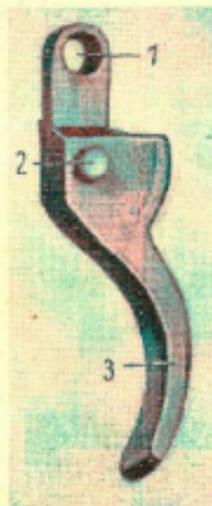

Abb. 10 Abzug
**Der Abzug** (Abb. 10) hat einen Ansatz 1 mit einer Bohrung, in die der Zapfen der Abzugsstange eingreift und den Abzug mit der Abzugsstange verbindet; zwei Zapfen 2 zum Einhängen des Abzugs in das Griffstück und einen gebogenen Teil 3 zum Betätigen des Abzugs.